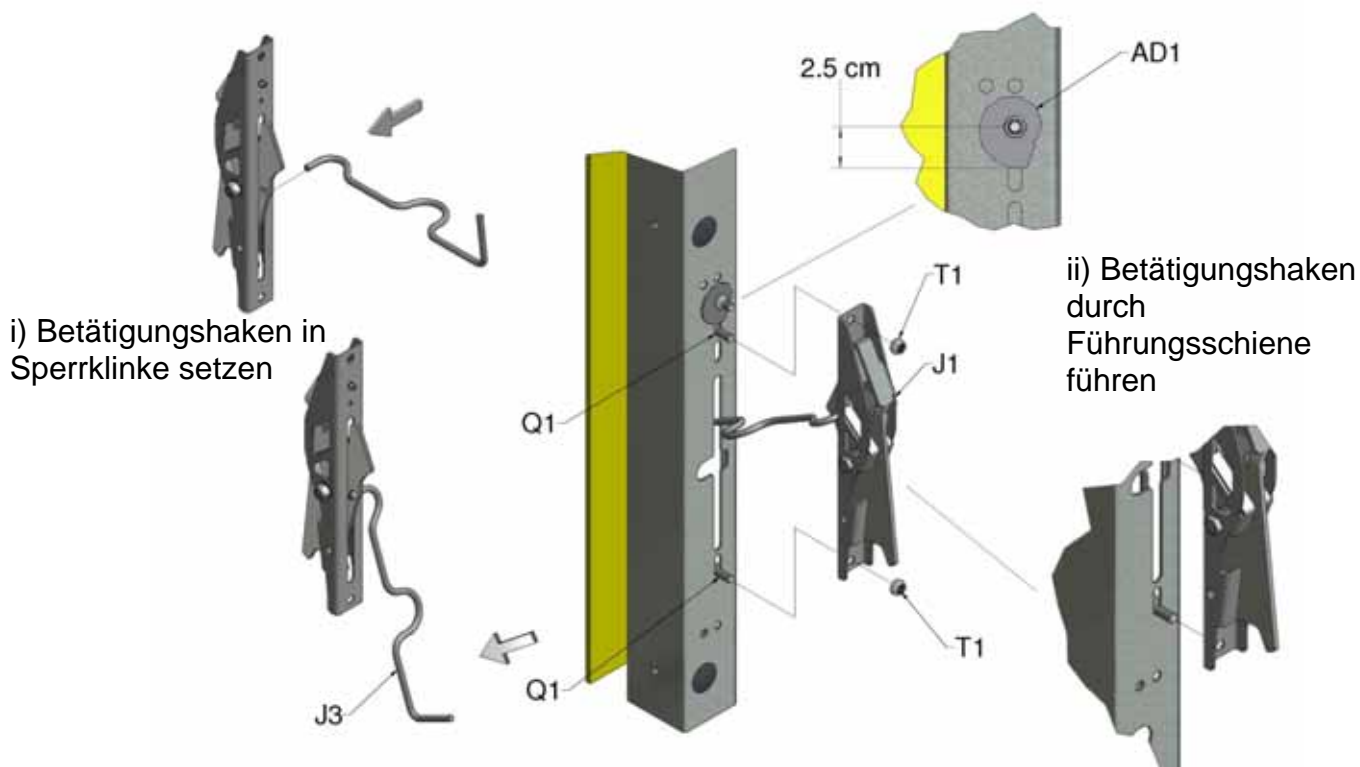

Abbildung 12: Verschrauben der Sperrklinken und Führungsschienen
10. Bringen Sie die Platten für den Nockeneinsteller AD1 an der Öffnung an (siehe Abbildung 12). Die längste Seite der Nocke muss dabei unten liegen. Das Paar Betätigungshaken (J3) an den Sperrklinken anbringen. Dafür das gewellte Hakenende durch die schlüssellochförmige Öffnung in der Schwenkplatte führen (Abbildung 12). Den Betätigungshaken durch den Schlitz in der Führungsschiene führen und die Sperrklinke (J1) mit den mitgelieferten Gewindestiften M8 x 20 und Sicherungsmuttern (Q1) an die Führungsschiene schrauben. Das obere Loch der Sperrklinke sollte auf das obere der zwei vorgestanzten Löcher direkt unter der